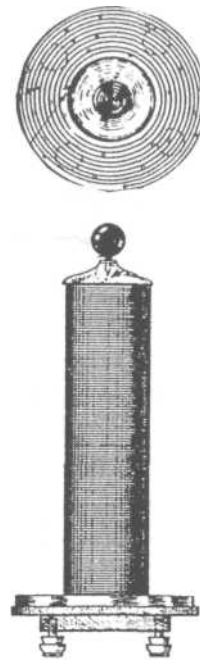
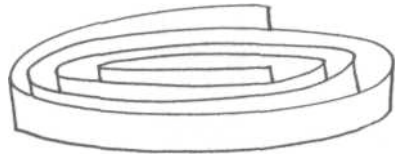

Abb. 98:
Abb. 99: Baumkuchenstruktur der Primärspule
In *Abb. 98* wurde die Primärspule, aus welchen Gründen auch immer, wendelförmig ausgelegt.
*Abb. 99* zeigt die Baumkuchen-Struktur der Primärspule von *Abb. 98*.